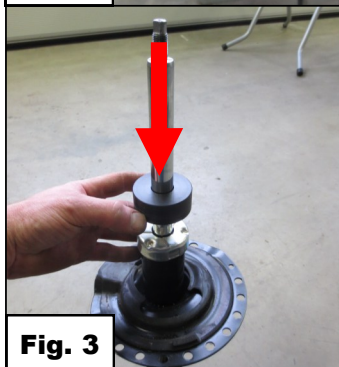

Fig. 3
5. Quite la grasa de la parte superior del vástago del émbolo del amortiguador. *Ver Fig 3.*